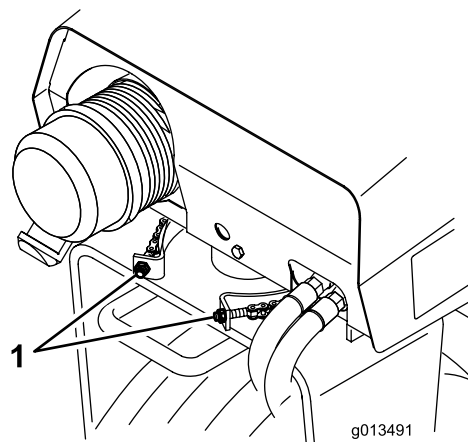

Figura 23
- Ajuste as porcas de freio até que a correia esteja encostada a ambos os lados da roda (Figura 23).